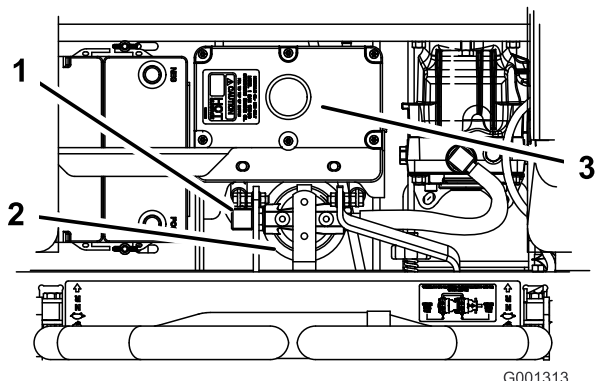

Figure 93
- Débranchez la conduite hydraulique droite qui est raccordée à l'adaptateur (Figure 93).
- Rebranchez la conduite hydraulique droite à l'adaptateur (Figure 93).